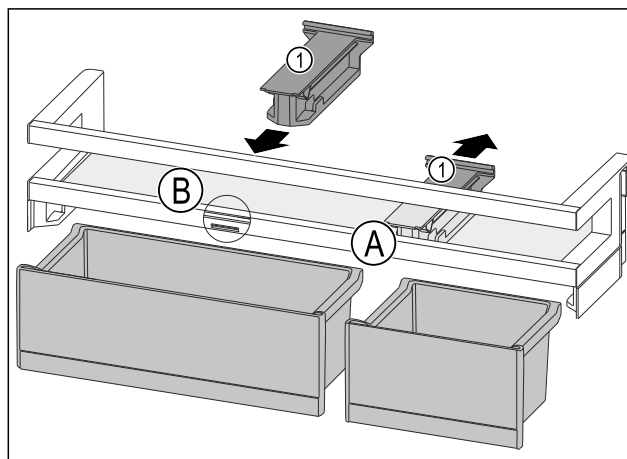

Fig. 78
- ▶ Bevestigingsdeel Fig. 78 (1) in positie Fig. 78 (A) naar achteren wegtrekken.
- ▶ Bevestigingsdeel Fig. 78 (1) in positie Fig. 78 (B) plaatsen.